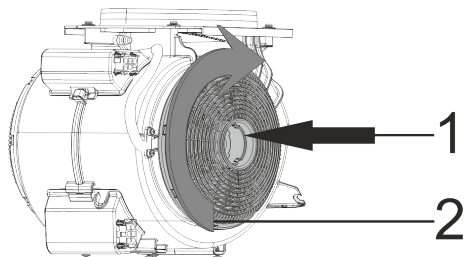

Fig. 4: KUL 10 & KUL 13
- 1- Placer kulfilterne på motorens sider (Fig. 4).
- 2- Sørg for at dreje kulfilterne med urets retning for at låse dem fast (Fig. 4).